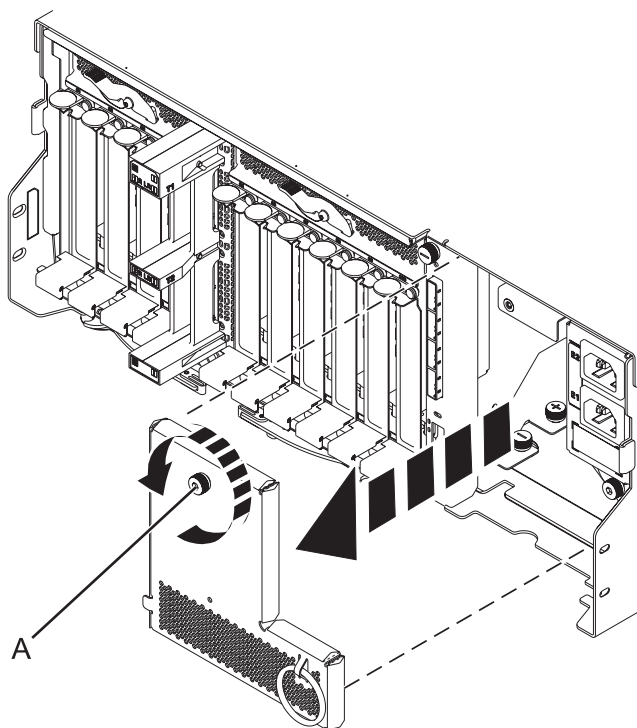

Figura 100. Extracción de la placa del cable de alimentación
10. Extraiga la placa del cable de alimentación girando el tornillo de mano (A) y tirando de la placa hacia fuera del sistema, como se muestra en Figura 100.